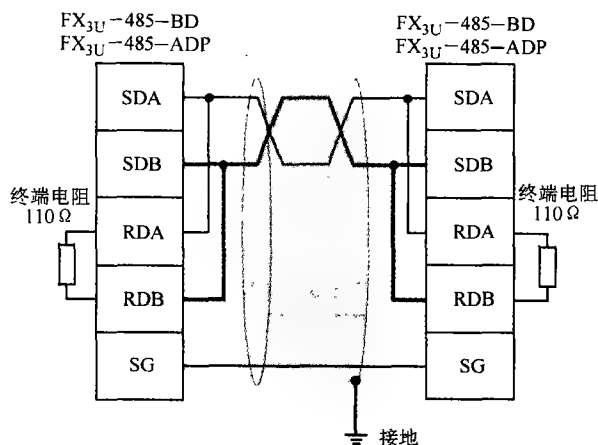
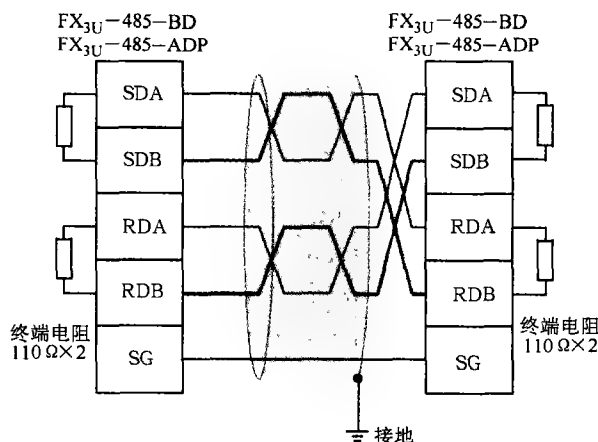
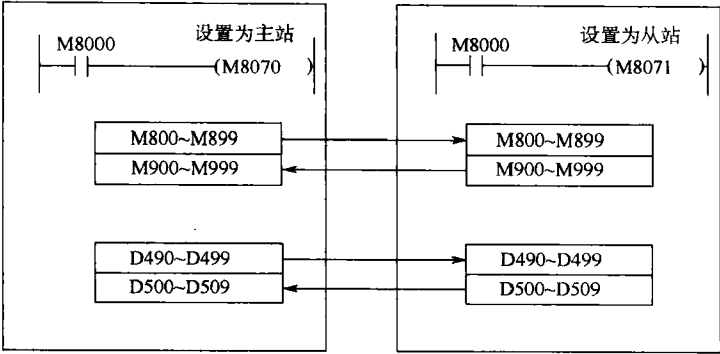

图 5-15 并行链接 1 对接线方式
图 5-16 并行链接 2 对接线方式
图 5-17 普通并行链接
(1) 并行链接的接线方法 并行链接的接线方法有 2 种方式, 即 1 对接线方式和 2 对接线方式, 如图 5-15 和图 5-16 所示。
(2) 通信通道 FX_{3U} 系列 PLC 有两个通信通道, 即通道 1 和通道 2, 当只用 1 个 FX_{3U}—485—BD 或 FX_{3U}—485—ADP 时, 为默认的通道 1, 当有 FX_{3U}—□—BD 和 FX_{3U}—485—ADP 时, FX_{3U}—□—BD 占用通道 1, FX_{3U}—485—ADP 为通道 2, 当有两个通信适配器时, 靠近 PLC 的适配器为通道 1。FX_{2N} 系列的其他 PLC 只用 1 个通信通道。对于通道 2 在编写程序时需要将 M8178 置 ON, 且两个通道不可同时使用并行链接, 也不可同时使用 N:N 链接。
(3) 链接方法 普通并行链接模式如图 5-17 所示。